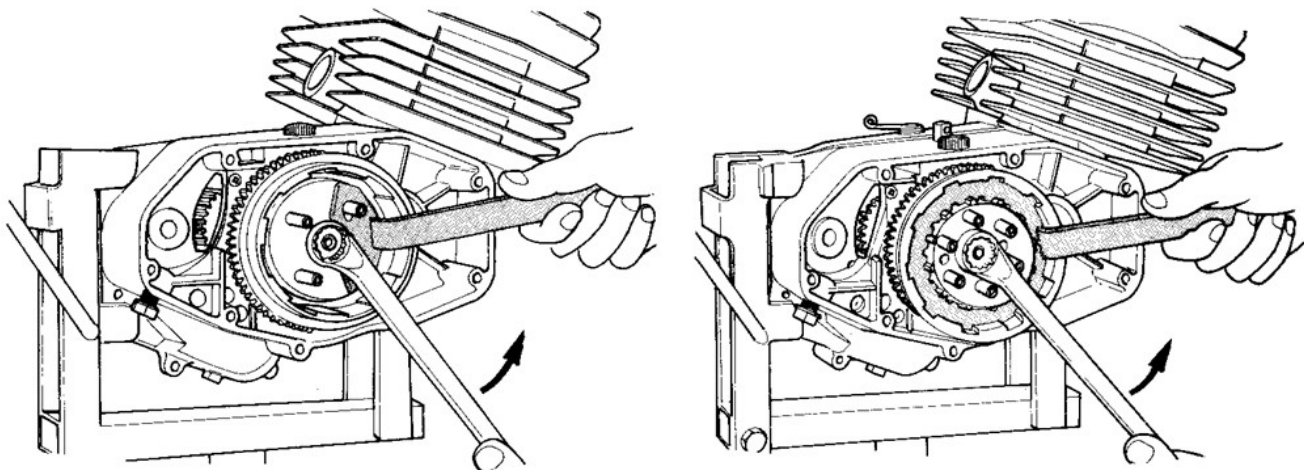

FIG. 17 Rimozione dado
- 14) USANDO la chiave di fermo (cod. 05.0306.0 per frizione senza tamburino) (cod. 05.0326.0 per frizione con tamburino) e una chiave da 17 o da 19 mm rimuovere il dado di fissaggio del disco portacolonnnette (o del tamburino frizione) (fig. 17).